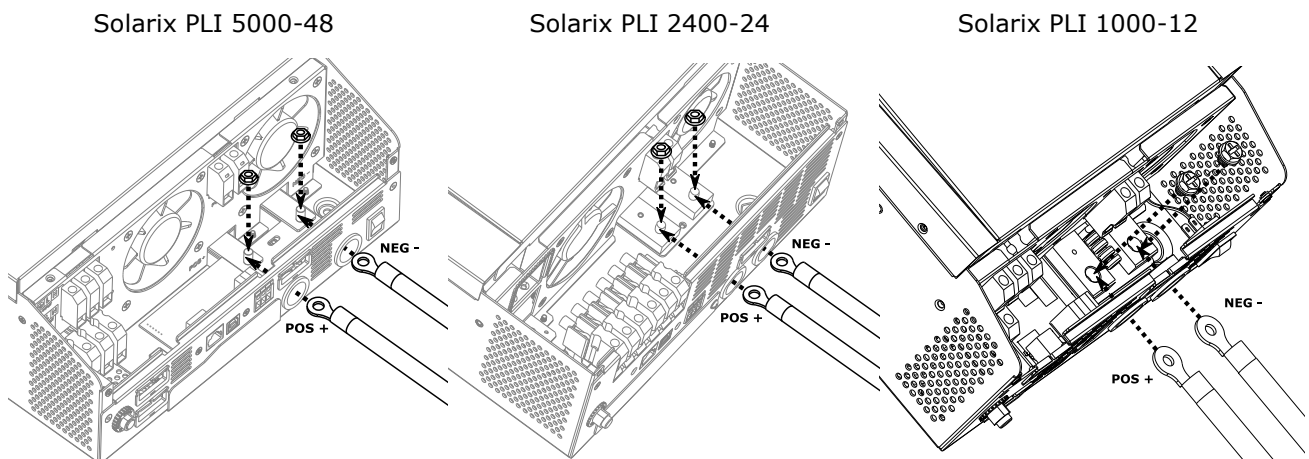

Abbildung 6 - Batteriekabelverbindung
8. Befestigen Sie die Ringkabelschuhe des Batteriekabels mit den Batterieanschlussschrauben des Wechselrichters und sichern Sie die Muttern / Schrauben mit einem Drehmoment von 2 - 3 Nm (siehe Abbildung 6).